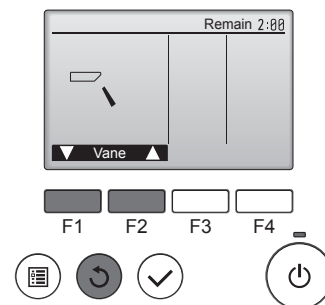

Fig. 7-4
- 2 Trykk på [SELECT] for å vise betjeningskjermen for spjeldene, og trykk deretter på knappene [F1] og [F2] for å kontrollere auto-spjeldene. (Fig. 7-4)